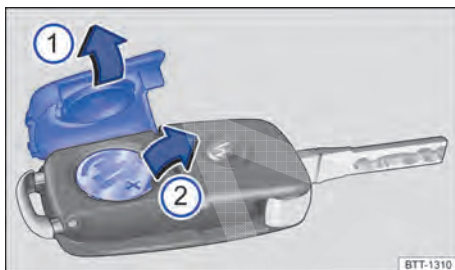

Fig. 57 Chave do veículo com comando remoto: ① Abrir a tampa do alojamento da bateria. ② Remover a bateria.
A bateria encontra-se no lado posterior da chave do veículo com comando remoto, sob uma cobertura → Fig. 57.
- Retirar a cobertura no lado posterior da chave → Fig. 57 ① no sentido da seta → ①.
- Remover a bateria do alojamento da bateria com uma ferramenta adequada ②.
- Posicionar a nova bateria conforme indicado ② e pressionar no sentido contrário ao da seta para dentro do alojamento da bateria → ①.
- Posicionar a cobertura conforme indicado ① e pressionar no sentido contrário ao da seta sobre a carcaça da chave do veículo até encaixar.